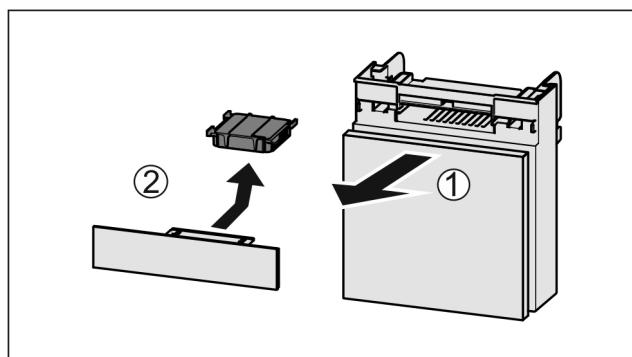

Fig. 131
- ▶ Extrageți Fig. 131 (1) compartimentul către înainte.
- ▶ Scoateți Fig. 131 (2) filtrul de cărbune activ.